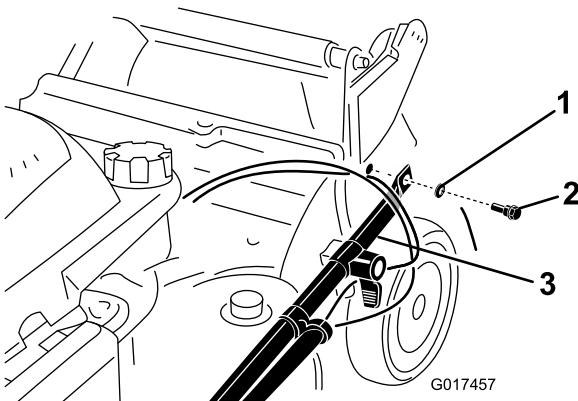

Figure 3
2. Fixez les extrémités du guidon au carter de la machine avec 2 rondelles et 2 boulons (Figure 3), mais ne serrez pas les boulons.
Important: Acheminez les câbles à l'extérieur du guidon (Figure 3).